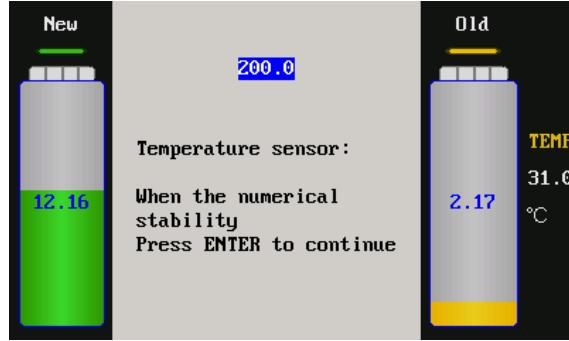

Рис. 37
- 9) Согласно подсказкам на экране интерфейса ввести текущее значение температуры (единица измерения: °C), а затем нажать кнопку ENTER для сохранения данных. Интерфейс представлен на Рис. 37.